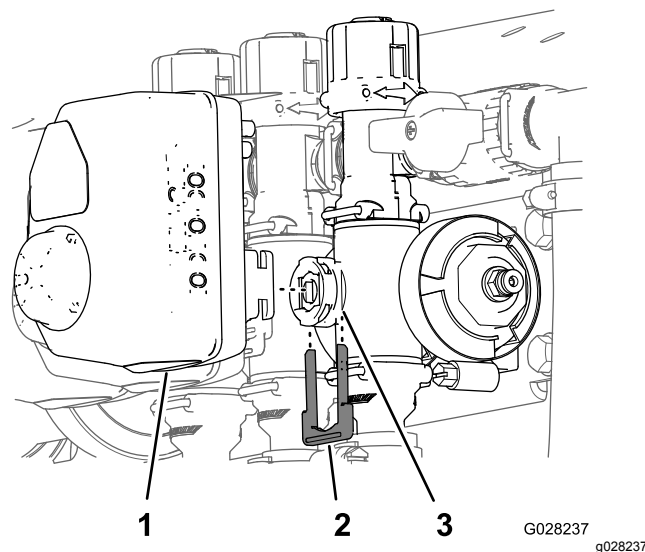

Figura 109
3. Retire o retentor que fixa o acionador à válvula do coletor para a válvula de controlo de aplicação, agitação, rampa principal ou secção da rampa (Figura 109).